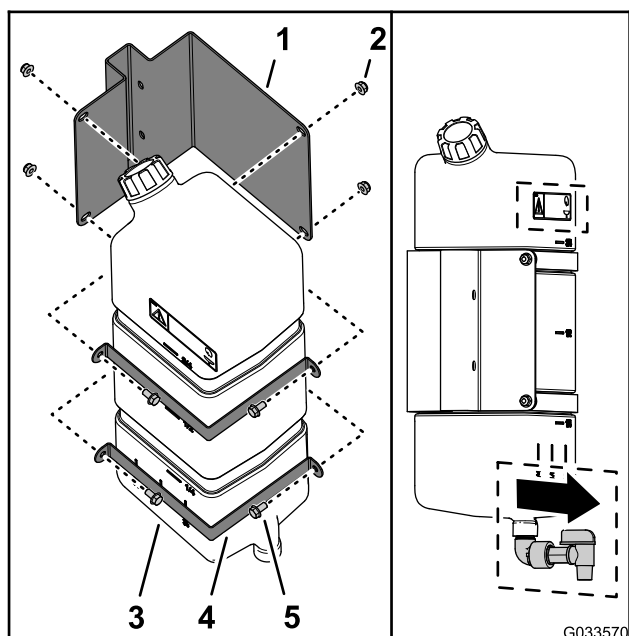

Figura 45
1. Monte el depósito de agua limpia en el soporte con las 2 pletinas de montaje, 4 pernos con arandela prensada (5/16" x 5/8") y 4 contratuercas con arandela prensada (5/16"), según se muestra en la Figura 45.